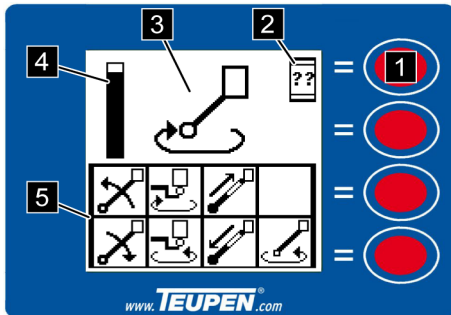
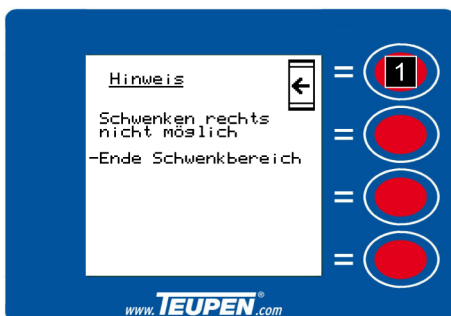

Fig. 56: Exemple Fonctions de la plateforme
Fig. 57: Exemple d'indication
En mode [Fonctions de la plateforme], les 8 pictogrammes (Voir la Fig. 56/5) ci-dessous indiquent les mouvements possibles actuellement, et qui peuvent être pilotés par les leviers de commande. Lorsqu'une butée d'une fonction de la plateforme est atteinte, un grand pictogramme (Voir la Fig. 56/3) est affiché pour le déplacement limité. En plus, un bargraphe (Voir la Fig. 56/4) signale la distance restante jusqu'à la butée.
Si un mouvement interdit est sélectionné, un signal d'indication apparaît (Voir la Fig. 56/2).
1. ➤ Appeler l'indication correspondante (Voir la Fig. 57) avec la [touche de fonction] (Voir la Fig. 56/1).
2. ➤ Retourner au niveau précédent avec la [touche de fonction] (Voir la Fig. 57/1).